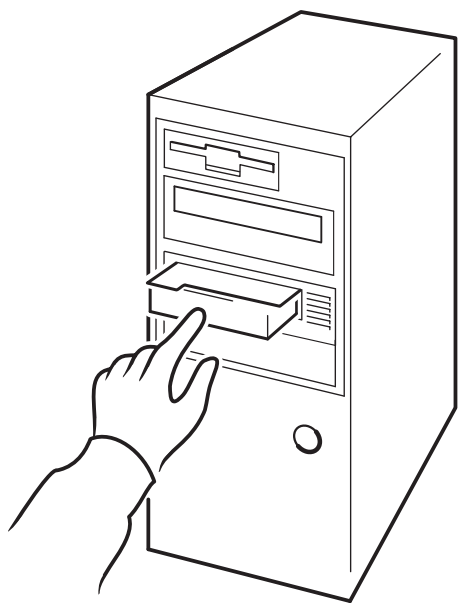

图 12a: 使用 HP OBDR, 第 1 步
- 1 提起盒式磁带挡门并将已分配给 磁带机中（见图 12a）。盒式磁带必须通过以 CD-ROM 格式写入数据的备份应用程序来写入。